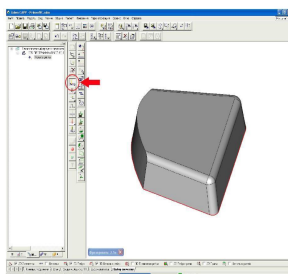

Рис. 3.18
4. Укажите нижние ребра элемента (рис. 3.18). Используйте режимы выбора ребер объемных элементов в строке режимов и настроек снизу от рабочей области экрана. Затем нажмите среднюю кнопку мыши или клавишу <ESC>.